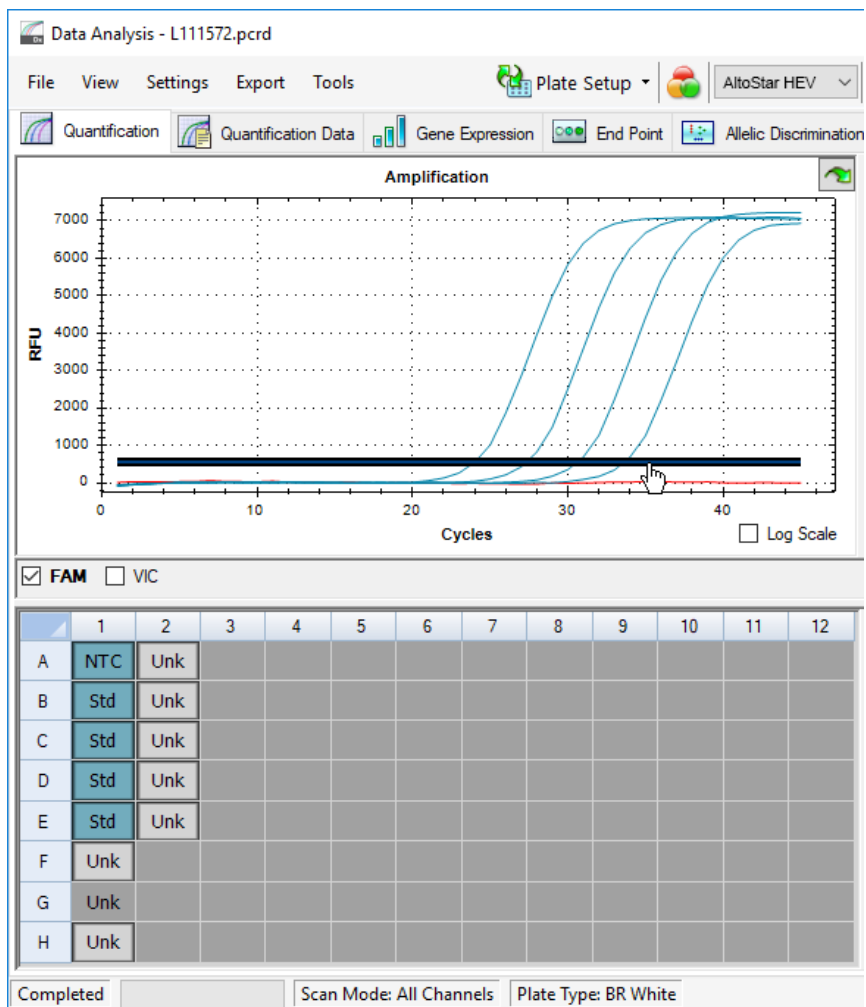

Figure 10: Fenêtre Data Analysis (Analyse des données) : définir le seuil FAM™
5. Sur la gauche de la fenêtre Data Analysis (Analyse des données), décochez la case **VIC** et cochez la case **FAM** pour le canal de détection ciblé du HEV (voir la figure 10).
- Sélectionnez uniquement les puits contenant le NTC et les QS sur la représentation visuelle de la plaque dans la fenêtre Data Analysis (Analyse des données) (voir la figure 10).
- Faites glisser le seuil situé bien au-dessus du signal du NTC dans la zone exponentielle des signaux des QS (voir la figure 10).